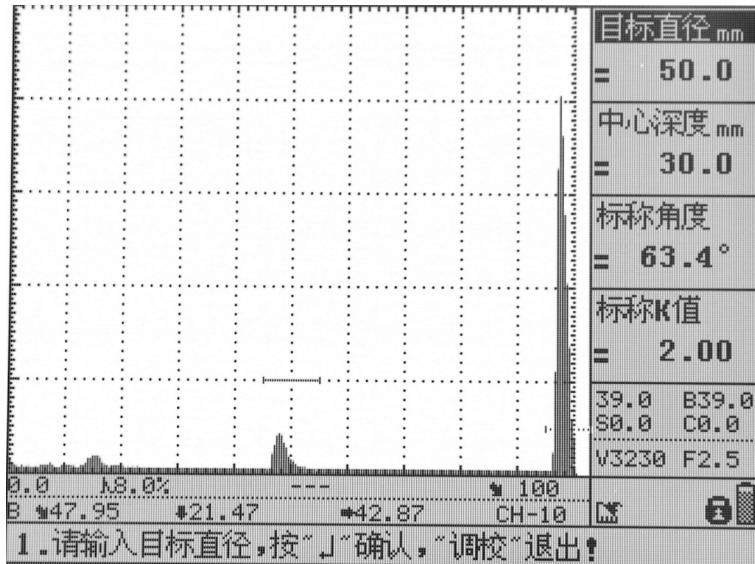

图 3.8
(1) 按照例 2 的操作完成仪器声速、零偏校准后，选择“角度”主菜单，选择“自动校准”子菜单，按“确认”键，开始角度自动校准。如图 3.8 所示；
(2) 按提示输入目标直径为 50mm，中心深度为 30mm，标称角度为 63.4° /K2；